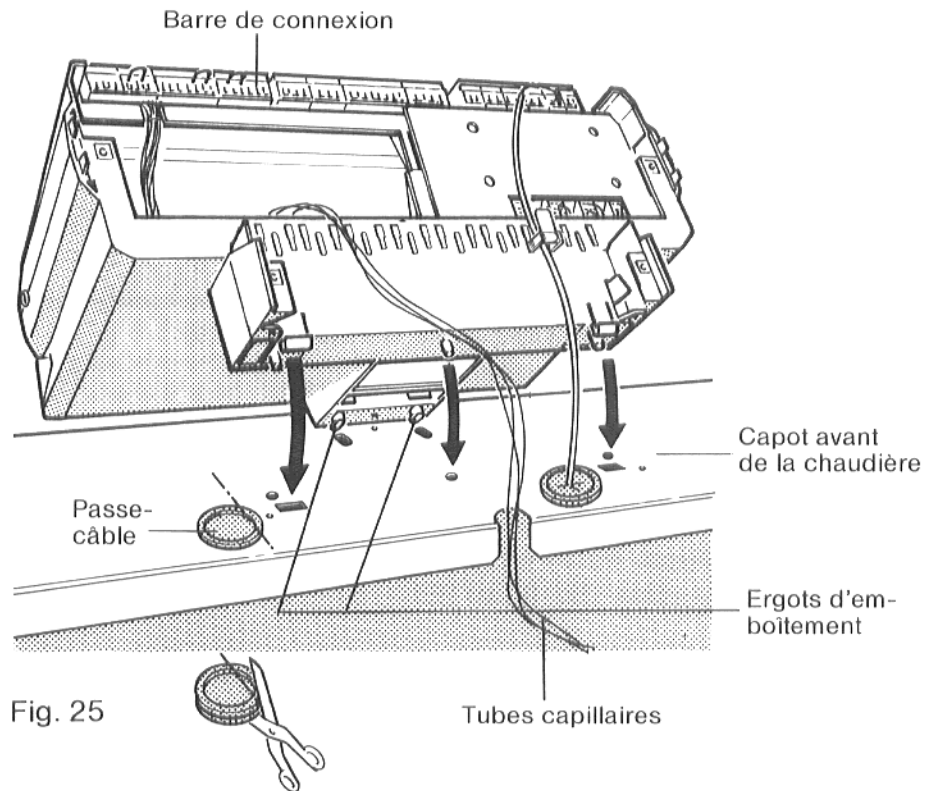
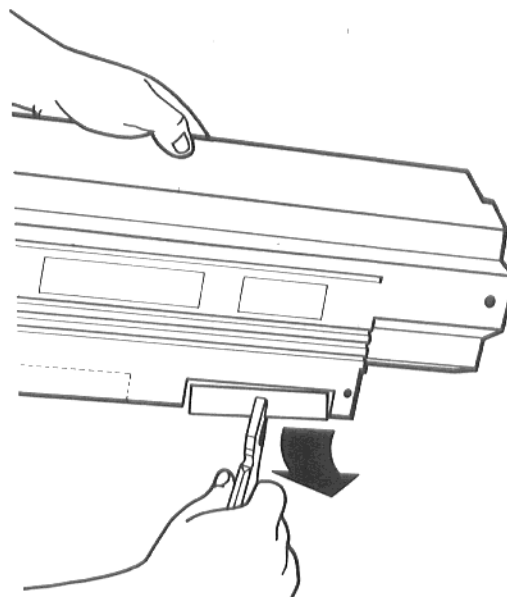

Fig. 25
Fig. 28
Faire sortir vers le haut **le câble du brûleur** par le passe-câble en caoutchouc prévu à cet effet dans le capot avant de la chaudière (cf. page 22, fig. 25).
- Positionner l'appareil de régulation sur le capot avant de sorte que les ergots d'emboîtement (fig. 25) situés sur le dessous de l'appareil s'emboîtent dans les fentes oblongues du capot avant.
- Tirer l'appareil de régulation vers l'avant en le poussant vers le bas jusqu'à ce que les deux ergots en caoutchouc s'enclenchent dans les fentes rectangulaires situées à l'arrière du capot avant de la chaudière (fig. 25).
- Placer les tubes capillaires de la sonde thermostatique dans l'encoche du capot avant de la chaudière (fig. 25).
Si les câbles de raccordement ne peuvent pas tous passer par les passe-câbles du capot avant de la chaudière (fig. 25), enlever la partie séparable de la paroi arrière du passage de câbles (HS 3320) ou du couvercle de protection des bornes (HS 3320/3321) (fig. 28). Puis introduire par l'arrière les câbles de raccordement dans l'appareil de régulation.